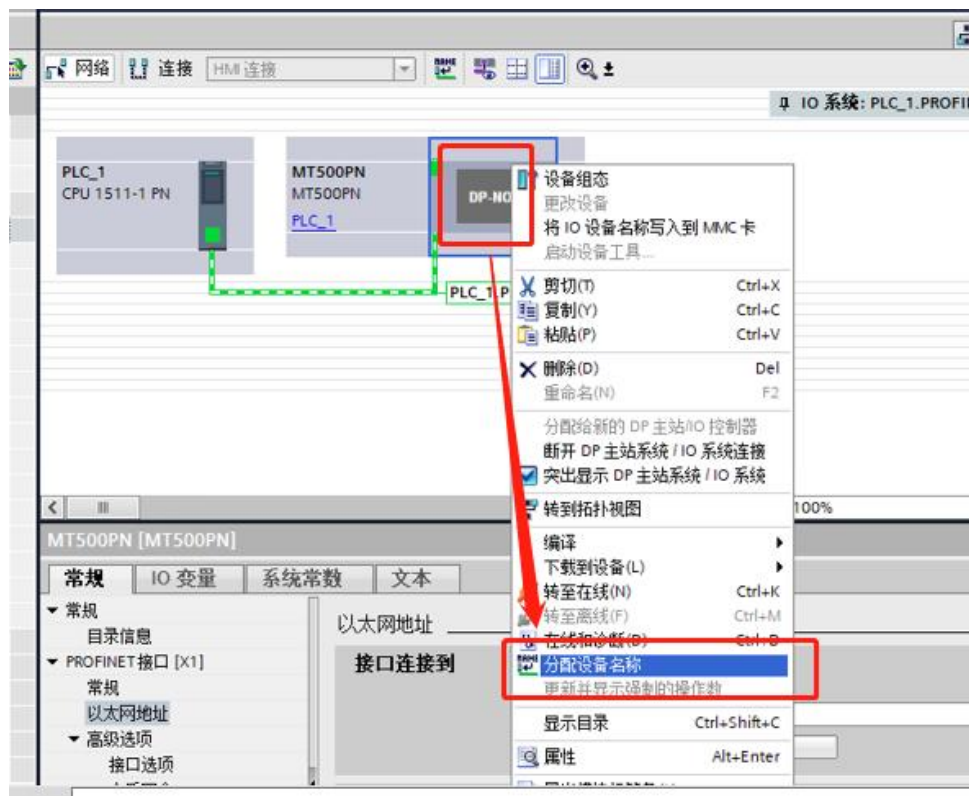

图 27 进入分配设备名称界面
(1)如图 27 所示：右键组态内的设备，选择“分配设备名称”